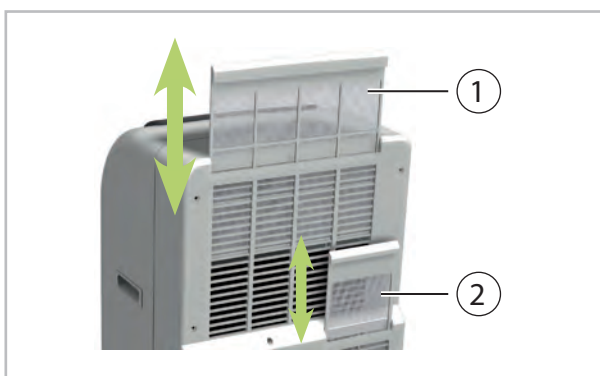

Abb. 15: Filterentnahme
2. ➤ Ziehen Sie den Filter aus dem Gerät (Abb. 15).